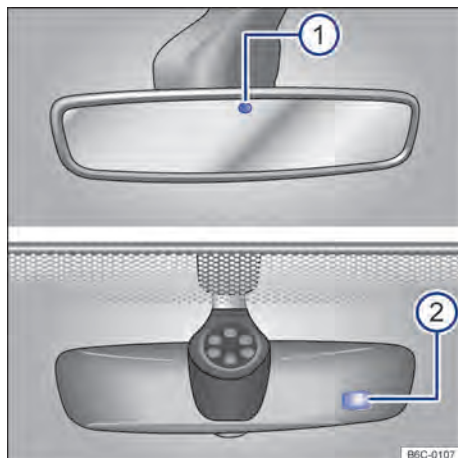

Fig. 78 No para-brisa: espelho retrovisor interno com antiofuscante automático.
Com a ignição ligada, os sensores medem a incidência da luz por trás → Fig. 78 ① e pela frente ②.